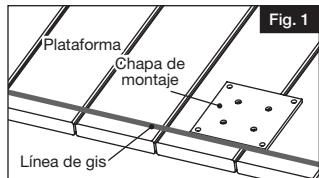

Fig. 1
- Determinar la ubicación deseada del barandal y marcar una línea sobre la superficie de montaje para comprobar que todos los postes queden alineados correctamente (Fig. 1).